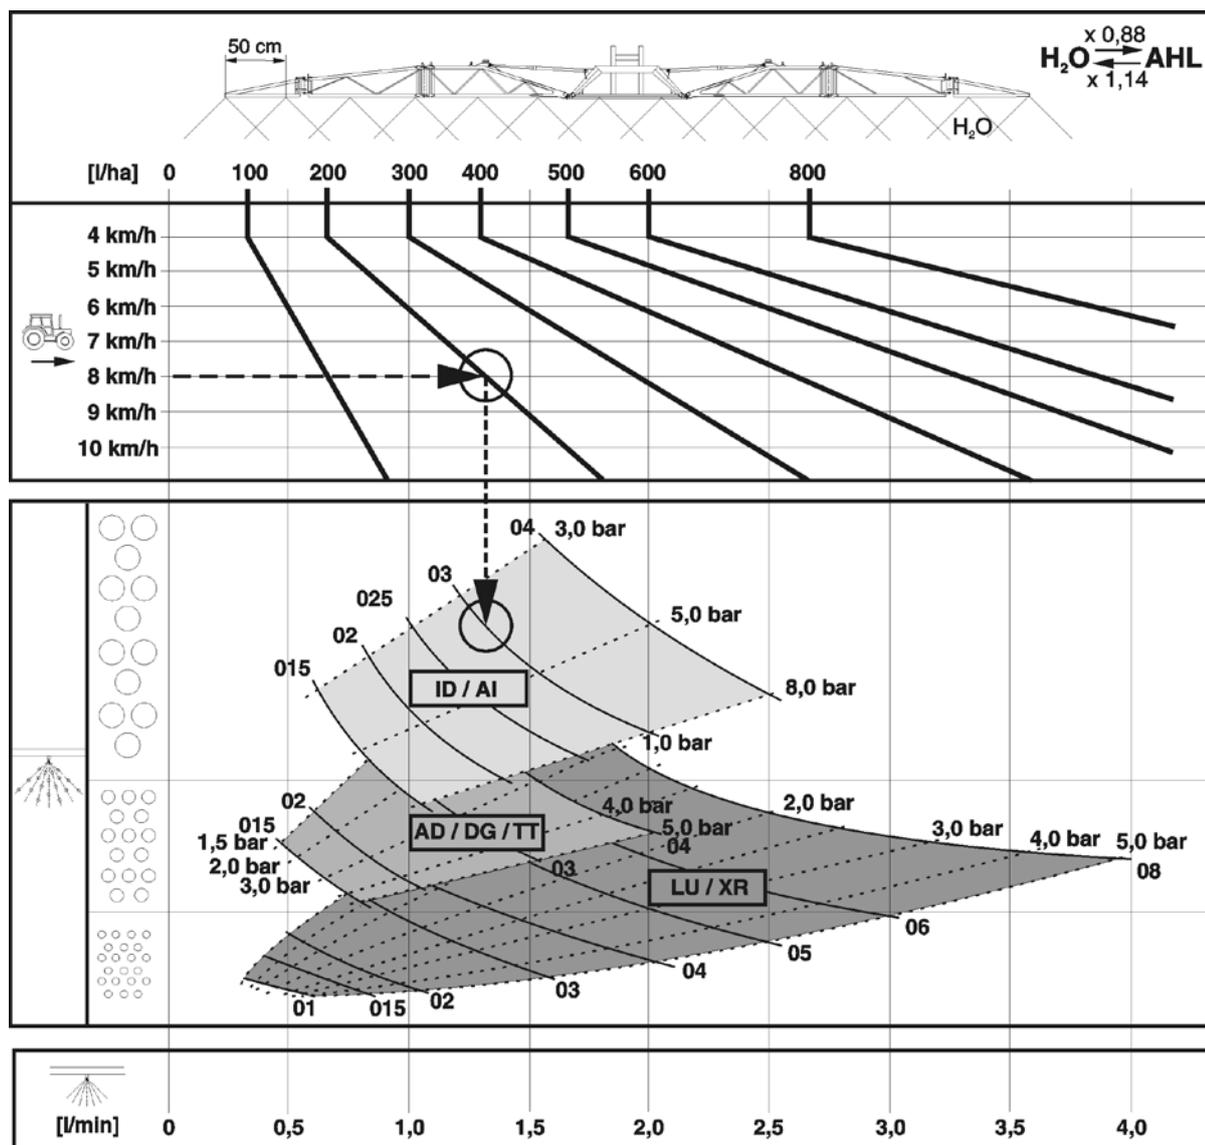

Fig. 192
- La Fig. 192 sirve para
4. Consultar la tabla de pulverización (Fig. 192).